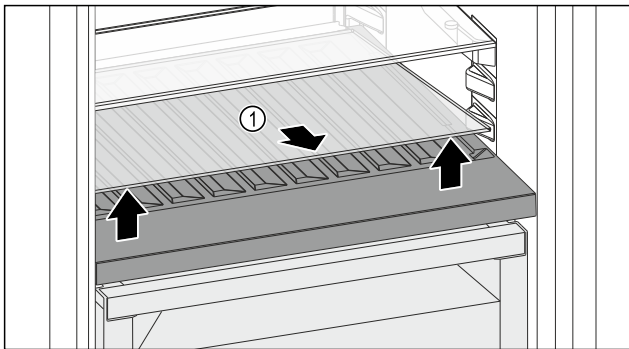

Fig. 84
- ▶ Приподнимите стеклянную пластину Fig. 84 (1) за выемку спереди и извлеките.
- ▶ Уложите стеклянную пластину Fig. 84 (1) на хранение вне устройства.